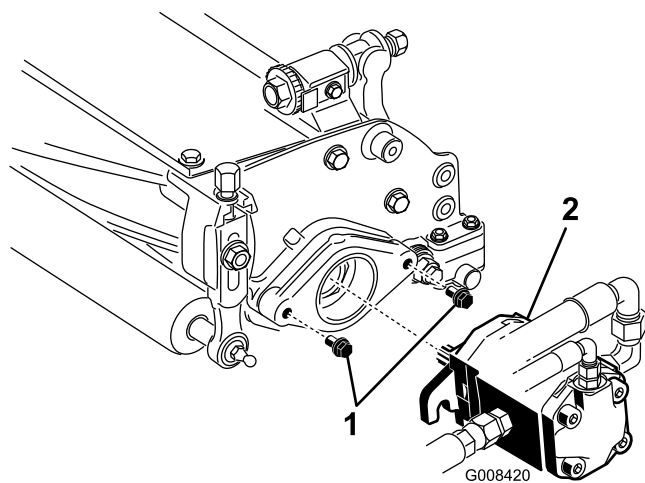

**Figura 10**
3. Fate scorrere il manicotto su ogni alloggiamento del giunto a sfera e agganciate l'alloggiamento al prigioniero a sfera dell'apparato di taglio (Figura 10).